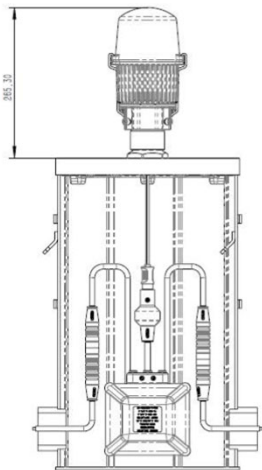

Abb. 1
- Abb. 1. Installation auf Einbauschale (tief)